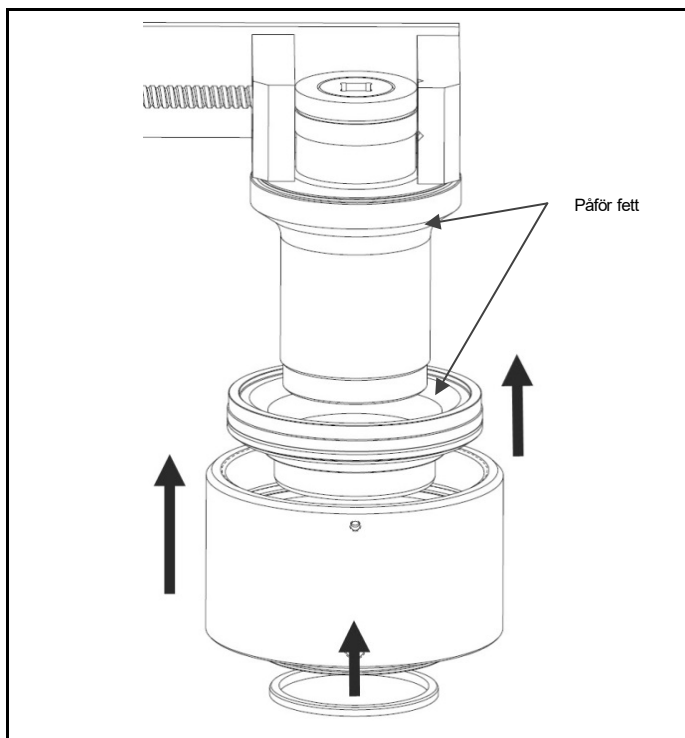

Fig. 4.5 Montera insatsenhet, stomme och lagring på dragstången
- När stommen och insatsenheterna förs tillbaka på dragstången, var noga med att inte skada de yttre ytor. (Fig. 4.5)